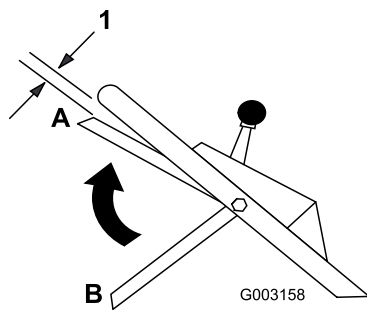

Bild 16
9. Heben Sie den Schaltbügel 2,5 cm unter den Griff an; siehe A-Stellung in Bild 16.